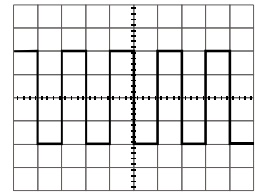

图 4-3
- (1) 电源接通，电源指示灯亮约20秒后，屏幕出现光迹。如果60秒后还没有出现光迹,请重新检查开关和控制旋钮的设置。
- (2) 分别调节亮度，聚焦，使光迹亮度适中清晰。
- (3) 调节通道1位移旋钮与轨迹旋转电位器，使光迹与水平刻度平行(用螺丝刀调节轨迹旋转电位器4)。
- (4) 用10:1探头将校正信号输入至CH1输入端。
- (5) 将AC-GND-DC开关设置在AC状态。一个如图4-3所示的方波将会出现在屏幕上。
- (6) 调整聚焦使图形清晰。
- (7) 对于其它信号的观察，可通过调整垂直衰减开关，扫描时间到所需的位置,从而得到清晰的图形。
- (8) 调整垂直和水平位移旋钮，使得波形的幅度与时间容易读出。